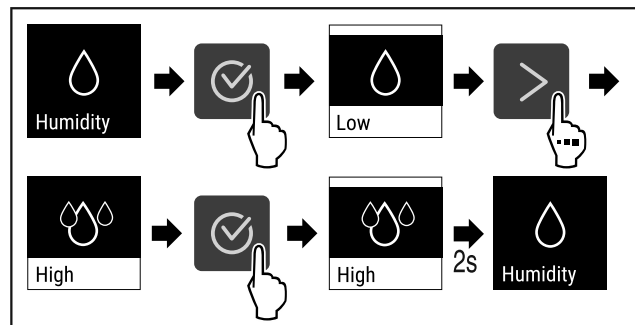

Fig. 94
- ▶ Выполните шаги действия (см. Fig. 94).